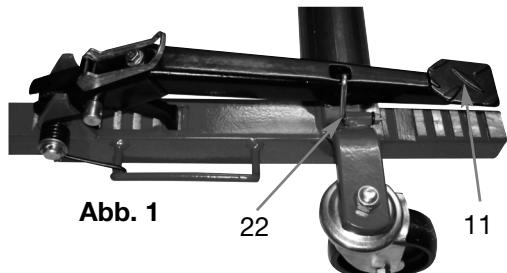

Abb. 1
2. Öffnen Sie den Haken (22), um das Fußpedal (11) zu lösen (**Abb. 1**).